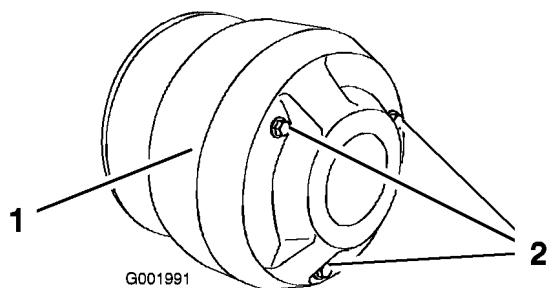

Figure 57
4. Retirez les trois boulons de fixation du couvercle de l'embrayage et déposez le couvercle (Figure 57).